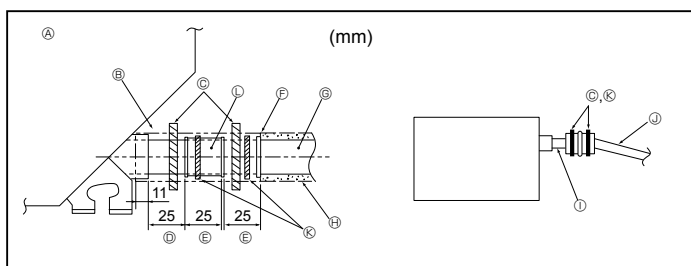

Fig. 3-5
1. Ligue o bocal de drenagem (fornecido com a unidade) à porta de drenagem. (Fig. 3-5) (Fixe o tubo com adesivo PVC e depois ate-o com uma banda.)